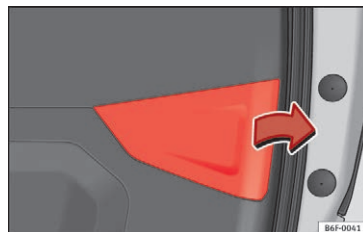

Fig. 117 Åben bagklap: afmontering af afdækning
3. Tag bagklappens afdækning af i pilens retning » Fig. 117.